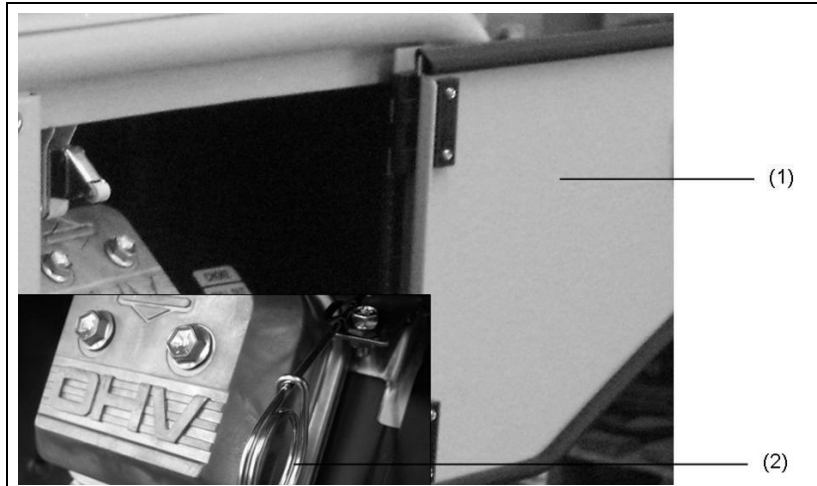

Abb. 4-1: Hand-Choke ziehen
1. Klappe-Seite (siehe Abb. 4-1-(2)) öffnen.
2. Hand-Choke (Abb. 4-1-(2)) ziehen (bei kaltem Motor ganz / bei warmen Motor entsprechend weniger) und festhalten.
4. Den Choke (Abb. 4-1-(1)) wieder in Grundstellung bringen.
1. Klappe-Seite (*Abb. 4-1-(1)*) öffnen.